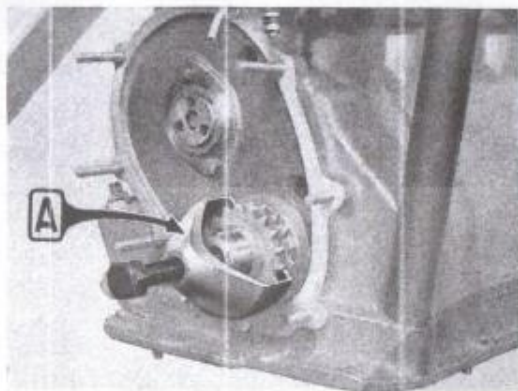

Fig. 18.
- Togliere l'ingranaggio comando distribuzione dall'albero manovella adoperando l'estrattore A. 6507 (fig. 18).